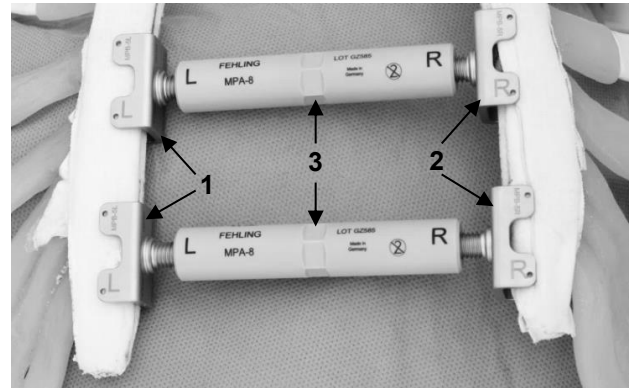

Fig. 2 : Exemple de configuration pour une utilisation en cas d'ostéoporose
Contrairement aux autres groupes de patients, **deux** écarteurs sternaux, composés d'un écrou en PEEK (3) et de deux lames sternales (1 et 2) (MPB-5R/L, MPB-6R/L), doivent être utilisés parallèlement l'un à l'autre (fig. 2).